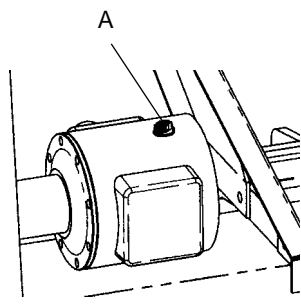

Fig. 3
2. Llenar la caja de engranajes superior con **aceite SAE 90** hasta comprobar que llega al nivel de la varilla A (**fig. 3**). Capacidad 1,5 l.: 400 B-M, R400 S-M y 3,5 l.: R400 B-S, R400 S-S